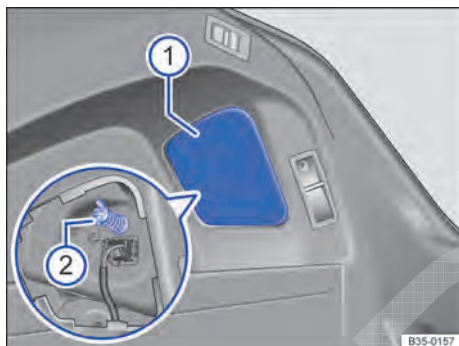

Fig. 248 Na carroceria: desinstalar a lanterna traseira.
3. Retirar a capa ⇒ Fig. 248 ①.
4. Remover o parafuso de fixação ② com a mão.
15. Pressionar o travamento do conector ③ contra o sentido da seta.
17.	Segurar a lanterna traseira na aproximadamente com uma das mãos e rosquear o parafuso de fixação com a outra ⇒ Fig. 248 ②.
19.	Instalar a capa ①.